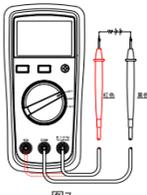

图7
3. 电路通断测量(见图7)
9. 交/直流电流测量(见图7)